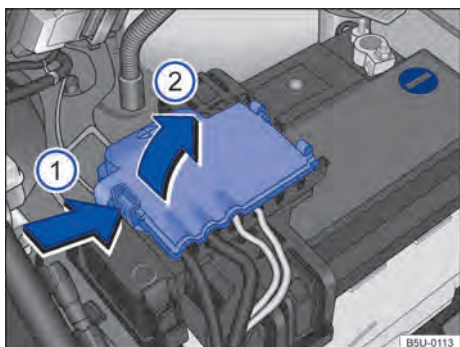

Fig. 190 Compartimento do motor: acesso ao terminal positivo da bateria.
- Abrir a cobertura do polo positivo. Para abrir pressionar a trava no sentido da seta → Fig. 190 (1), rebater a cobertura para o lado no sentido da seta (2).
- Conectar uma extremidade do cabo auxiliar de partida *vermelho* ao polo positivo (+) do veículo com a bateria do veículo descarregada (A) → ⚠.
- Conectar a outra extremidade do cabo auxiliar de partida *vermelho* ao polo positivo (+) da bateria do veículo fornecedora de corrente (B).
- Conectar uma extremidade do cabo auxiliar de partida *preto* ao polo negativo (-) da bateria do veículo fornecedora de corrente (B).
- Conectar a outra extremidade do cabo auxiliar de partida *preto* (X) no veículo com a bateria do veículo descarregada em uma peça maciça de metal aparafusada firmemente ao bloco do motor ou no próprio bloco do motor - porém não nas proximidades da bateria (A) → ⚠.